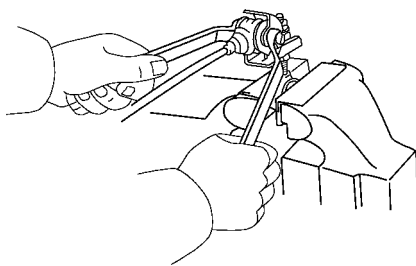

图 15-127 拆下 1 号和 2 号夹头
(5) 拆下 1 号和 2 号夹头。旋下螺栓和螺母如图 15-127 所示。然后拆下隔热罩。1 号和 2 号夹头，2 个平垫圈。